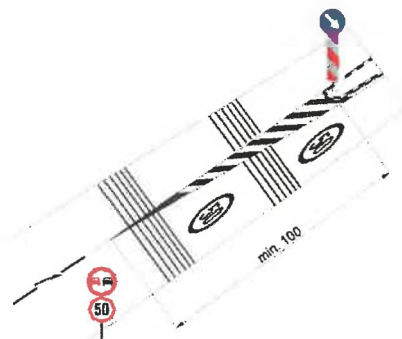

Figura 14
- a) benzi producătoare de zgomot denumite și benzi rezonatoare, care se pot executa și prin marcaje, conform detaliilor din figura 14. Benzile se execută cu marcaj termoplastic, cu grosimea cuprinsă între 6 mm și 15 mm. La grosimi mici au numai efect sonor. Pentru a resimți efectul de vibrații grosimea trebuie să fie de minimum 12 mm. Un grup de benzi rezonatoare este constituit din șase linii cu lățimea de 15 cm situate la distanțe de 1,00 m între ele. Se execută minimum 3 grupe de linii, distanța între două grupe consecutive fiind de aproximativ 25,00 m. Ultima linie a marcajului transversal trebuie să fie situată la minimum 50,00 m înainte de începutul punctului periculos.